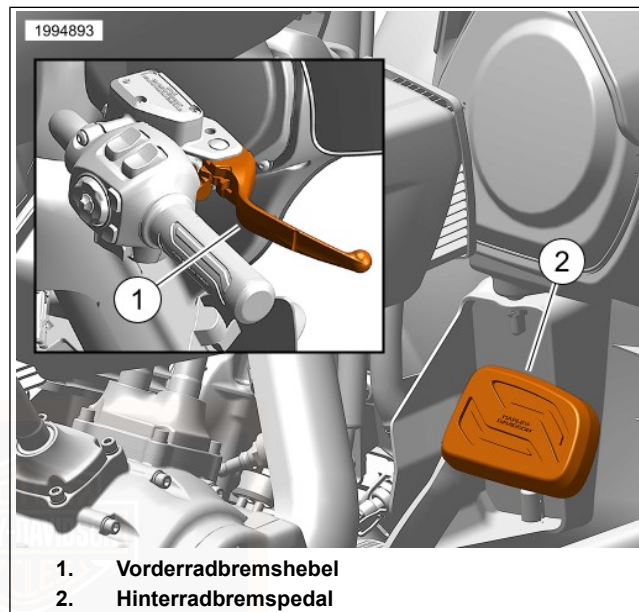

Abbildung 67. Bedienungselemente für Bremsen
Siehe Abbildung 67. Mit dem Vorderradbremshebel (1) wird die Vorderradbremse betätigt. Der Hebel befindet sich am rechten Lenker. Den Handhebel mit den Fingern der rechten Hand betätigen.
Siehe Abbildung 67. Mit dem Hinterradbremspedal (2) wird die Hinterradbremse betätigt. Das Pedal befindet sich auf der rechten Seite. Das Hinterradbremspedal mit dem rechten Fuß betätigen.